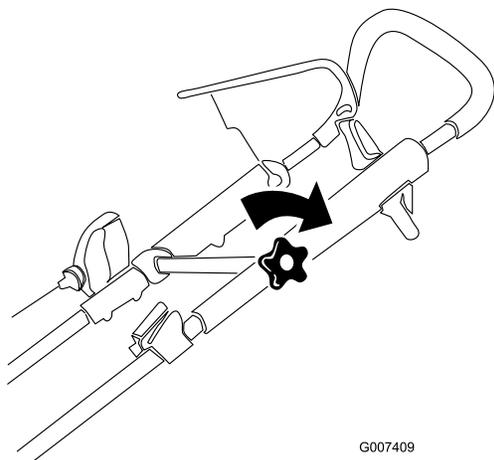

Bild 5
- Positionieren Sie den oberen Bügel nach Wunsch und ziehen Sie das Handrad des oberen Bügels fest (nur Modell 20999) (Bild 5).